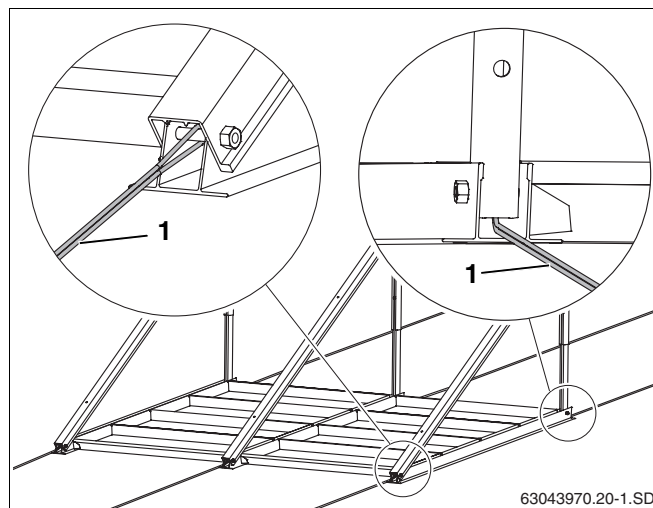

Fig. 28 Suportii acoperiș plan ancorați cu cablu
- Fiecare colector trebuie fixat constructiv cu cel puțin două cabluri (Fig. 28, **Poz. 1**) la șurubul profilului inferior și la poziția corespunzătoare a acoperișului.